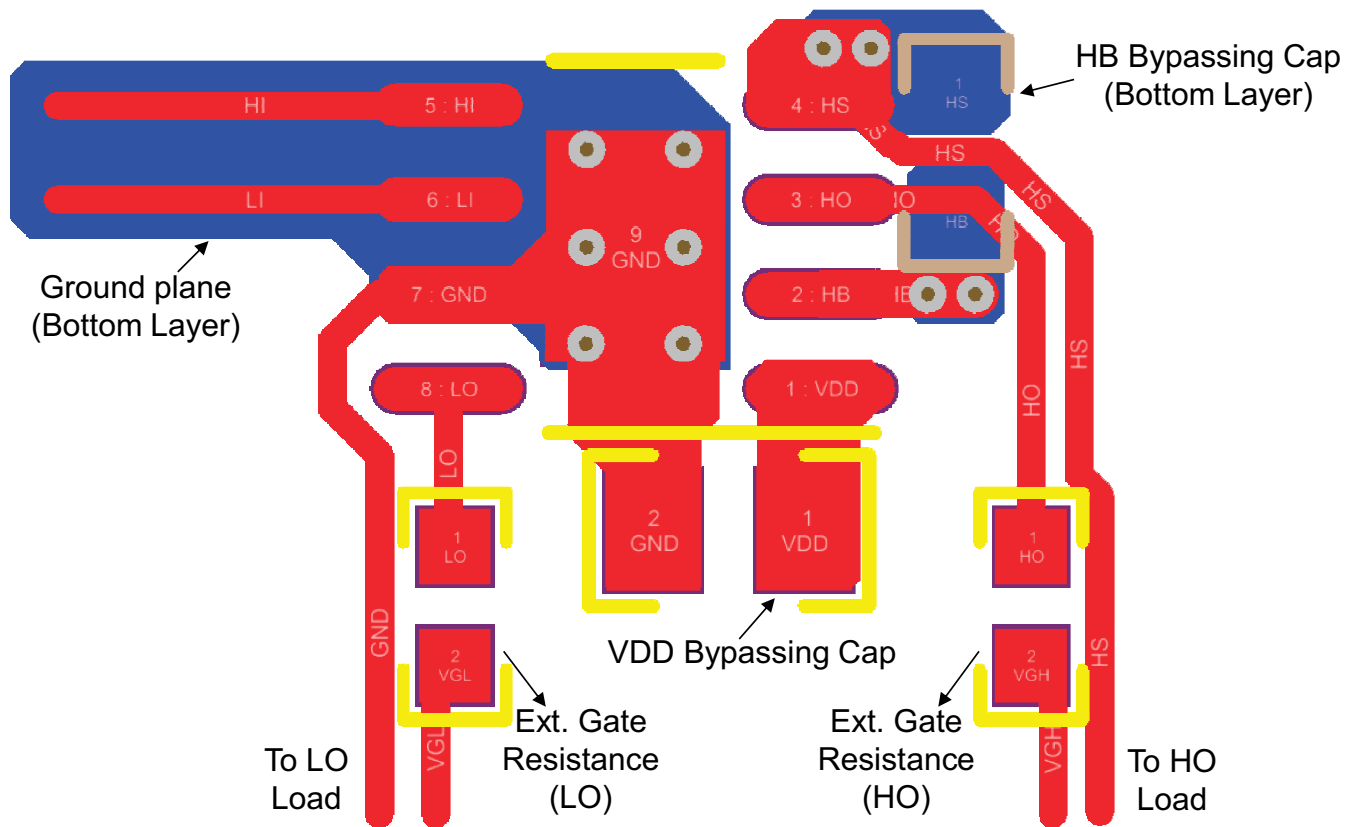

図 9-1. UCC27211A の PCB レイアウトの例
- $V_{DD} - V_{SS}$ および $V_{HB} - V_{HS}$ (ブートストラップ) コンデンサは、デバイスにできるだけ近づけて配置します (図 9-1 参照)。